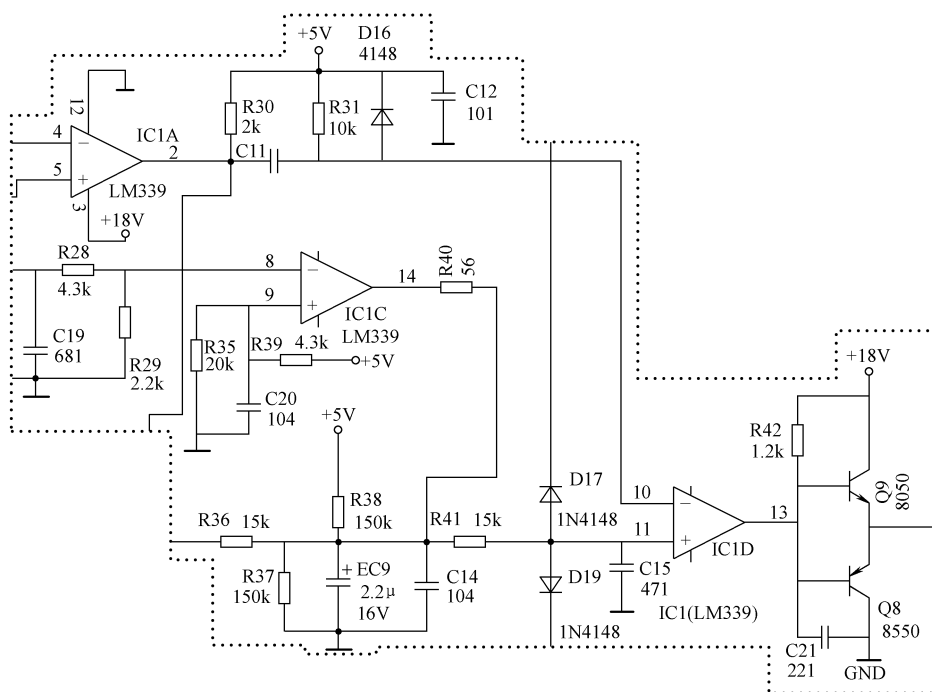

图 4-102 D17 相关电路截图
**维修笔记** 在待机状态下，D17 漏电对 IGBT 不会造成影响，当检锅时单片机 IC2②引脚输出是高电平，由于 D17 漏电，使其 IC1D⑪引脚电压高于⑩引脚电压，导致 IC1D 翻转，IC1D⑬引脚输出高电平，从而使 IGBT 损坏。D17 相关电路截图如图 4-102 所示。